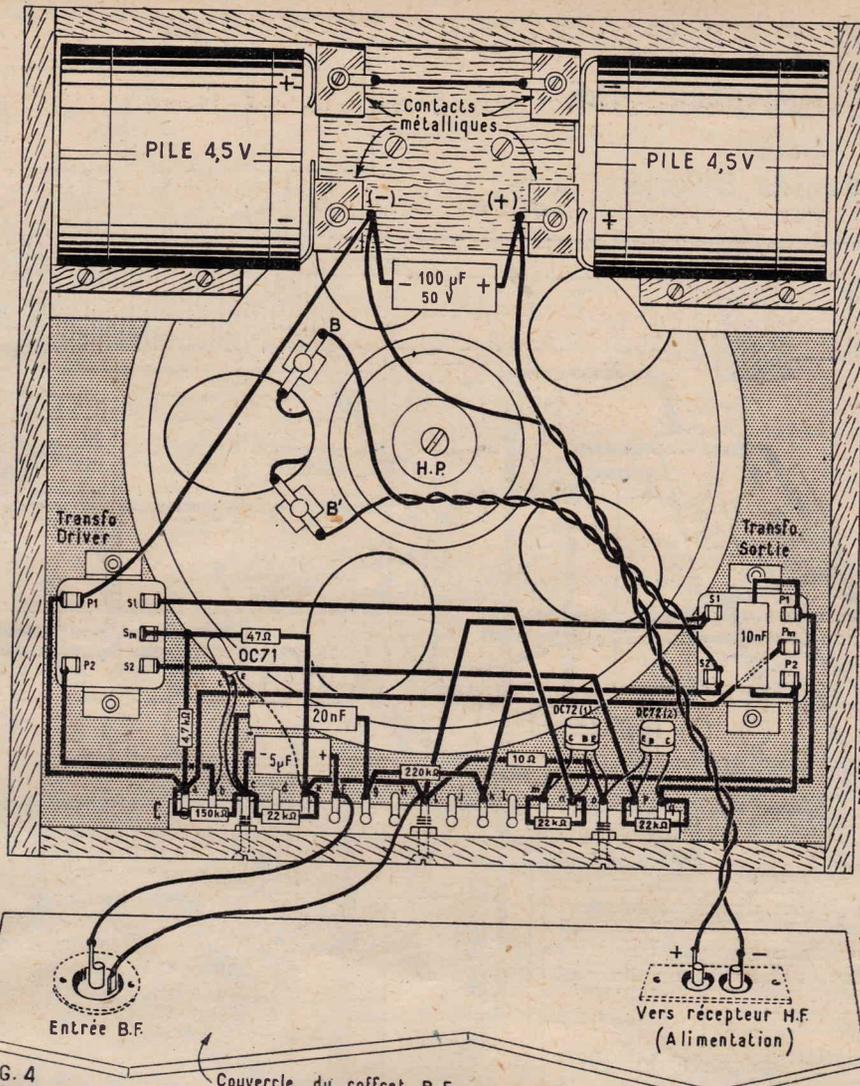
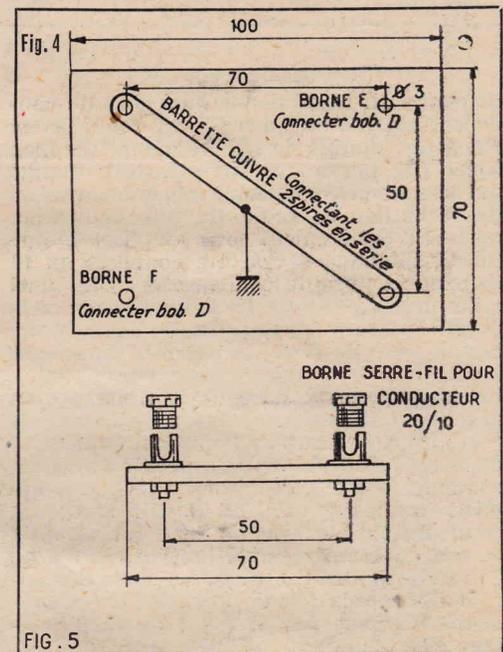
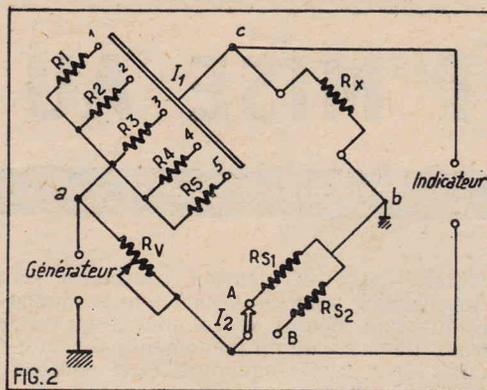
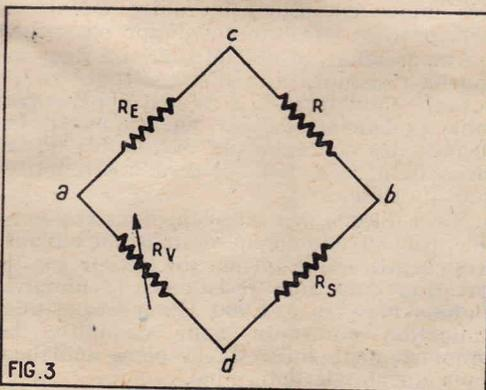

FIG. 4 Couverture du coffret B.F.
FIG. 5
FIG. 2
FIG. 3
### L'élément BF (fig. 4).
L'élément BF est contenu dans un coffret en bois de 205 × 205 × 50 mm (cotes intérieures). Le haut-parleur est fixé sur le fond percé d'une ouverture pour former baffle. En haut du coffret est fixé le dispositif de branchement des piles dont on voit le détail sur le plan de la figure 4. Le transformateur driver et le transformateur de sortie sont fixés sur la même face que le HP. Enfin une barrette relais (C) est fixée sur le côté inférieur du coffret. Le couvercle est muni de la prise alimentation et de la prise coaxiale entrée BF.
Il reste à fixer ces deux spires. Dans de la bakélite de 4 mm d'épaisseur, commencez par découper 6 petites plaquettes de 60 mm de long, sur 15 mm de large (fig. 2), et percez chacune d'elles d'un trou de 3 mm. Dans votre planche de bakélite, découpez également une petite plaquette de 100 mm de long, sur 70 de large (fig. 4) et percez-la de 4 trous de 3 mm chacun, conformément à la figure 4. Dans chacun de ces trous, fixez une borne serre-fil pour 20/10 (fig. 5). Puis, avec une barette en cuivre (T), connectez électriquement deux bornes serre-fil placées dans la diagonale du rectangle de bakélite de 100 mm × 70 mm (fig. 4). Enfin, vous fixez chacune des spires après les avoir dénudées en bout, dans deux bornes (les plus éloignées deux à deux). Chacune des spires doit être éloignée de l'autre de 50 mm. Pour ce faire, et maintenir le dit écartement, en trois endroits régulièrement espacés, vous serrez modérément chaque spire entre un serre-fil, constitué par deux plaquettes de bakélite conformes à celle de la figure 2 et vous opérez le serrage de chacune de ces paires de plaquettes sur le fil, à l'aide d'une vis à métaux de 3 × 30 avec son écrou (fig. 3). Le cadre est ainsi bien rigide, et une fois terminé présente l'aspect de celui de la figure 10.
Le schéma du pont de Wheatstone dans sa réalisation pratique pour laboratoire ou atelier est donné par la figure 2. Considérons d'abord la figure 3 qui indique le principe de ce point.
La réalisation pratique de la figure 2 permet la lecture directe en étalonnant le cadran de  $R_v$ .